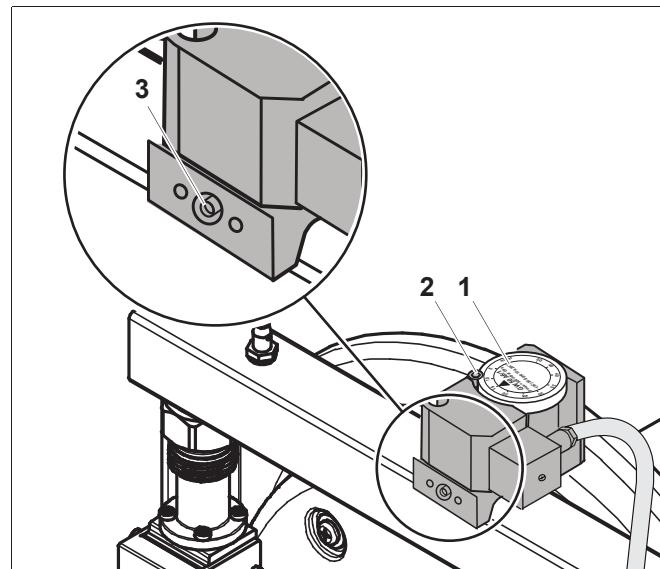

Рис. 33 Проверка реле контроля давления газа
- Отверните винт измерительного ниппеля (рис. 33, **поз. 3**) на 0,5–1 оборота.
- Подключите манометр к измерительному ниппелю (рис. 33, **поз. 3**).
- После завершения работ на газовой арматуре проверьте утечку газа через измерительный ниппель (рис. 33, **поз. 3**).